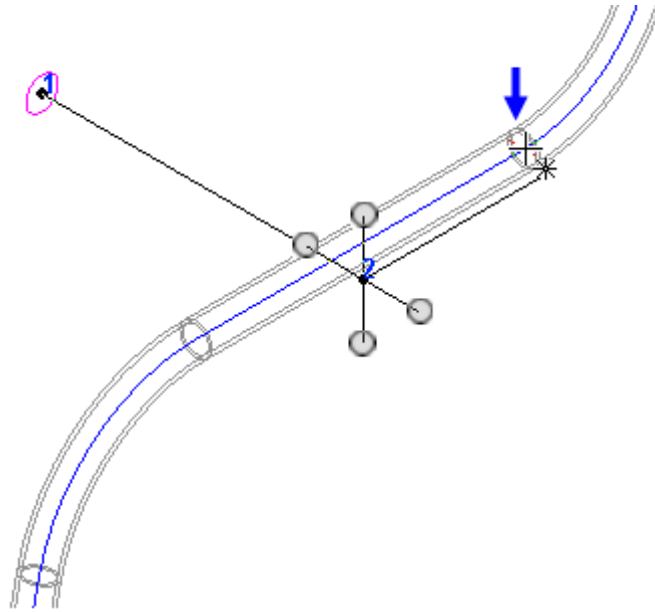

Рисунок 51
- В качестве третьей вершины ломаной укажите ту же вершину траектории первой Трубы, что и для предыдущей вершины (рис. 51).